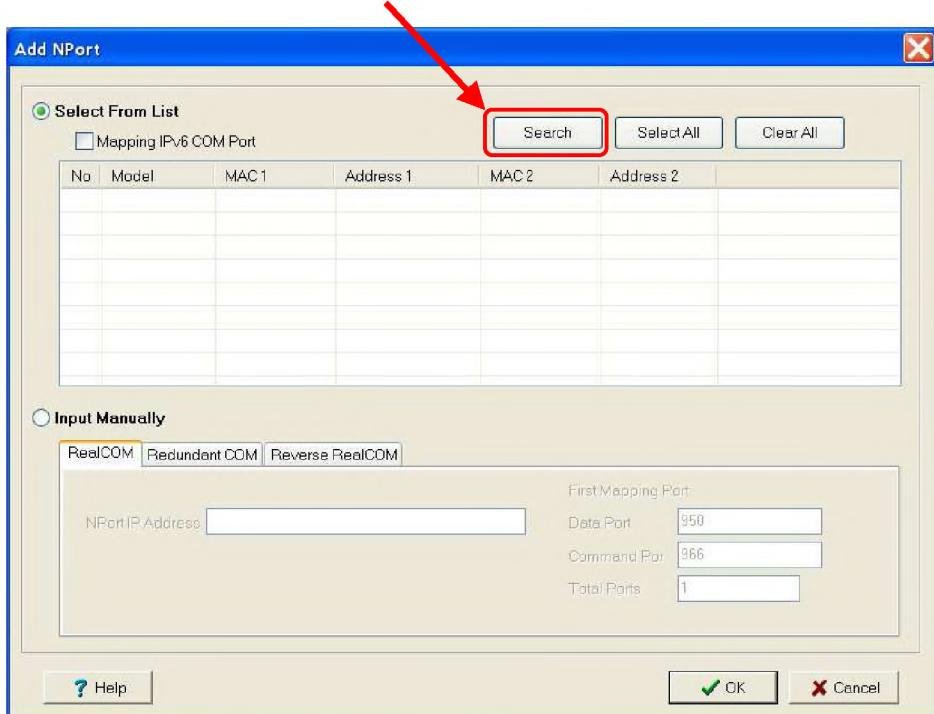

Рис. 16.2. Окно добавления устройств.
16.7. В появившемся окне нажмите на кнопку «Search» (см. Рис. 16.2, стр. 30).